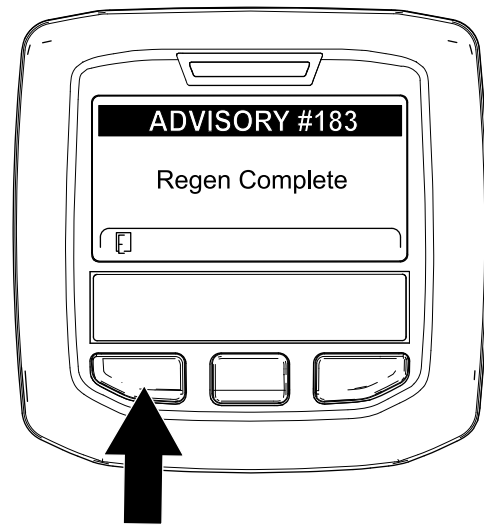

Figura 80
9. Quando il computer del motore completa una rigenerazione parcheggiata o una rigenerazione di recupero, l'InfoCenter visualizza il messaggio ADVISORY #183 (Figura 80). Premete il pulsante sinistro per uscire e tornare alla schermata Home.